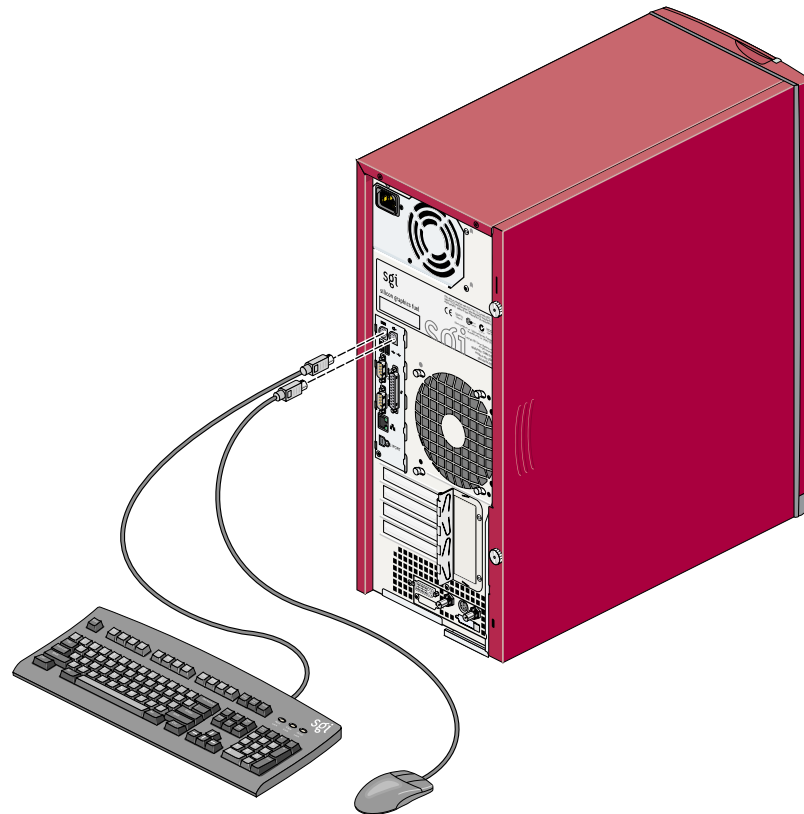

Abbildung 1-5 Anschließen von Tastatur- und Mauskabel
1. Schließen Sie das Tastaturkabel und das Mauskabel wie in Abbildung 1-5 dargestellt an.